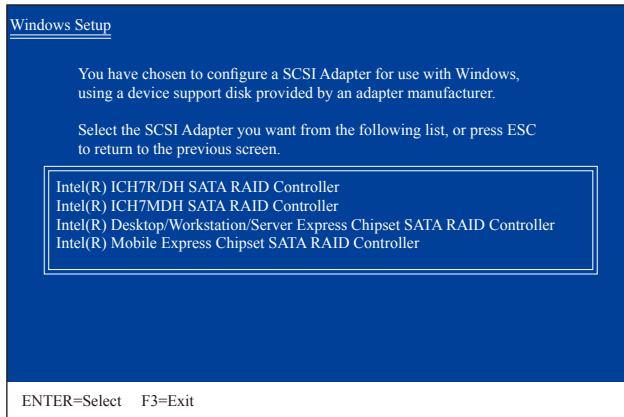

图2
放入存有SATA RAID/AHCI驱动程序的软盘并按下<Enter>键。当如图2的画面出现时，请选择「Intel(R) Desktop/Workstation/Server Express Chipset SATA RAID Controller」再按<Enter>键，系统会从软盘中下载RAID驱动程序。若设为AHCI模式，请使用键盘的上键移到「Intel(R) Desktop/Workstation/Server Express Chipset SATA AHCI Controller」项目再按<Enter>。